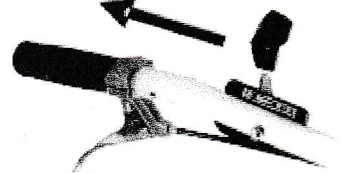

fig 2
- Poussé le levier d'accélérateur en bas, mettre en la place rapide. (Fig2.) (accélérez un peu).